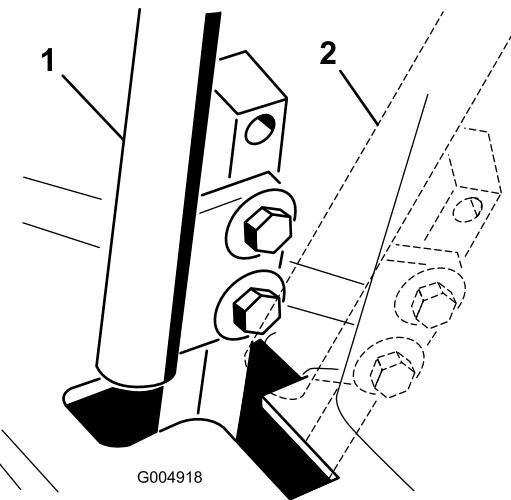

Bild 57
4. Schieben Sie den Schaltbügel in die neutrale, jedoch **nicht arretierte** Stellung (Bild 57).
6. Prüfen Sie, ob der Fahrantreibshebel relativ zur Kerbe im Armaturenbrett ist (Bild 57).